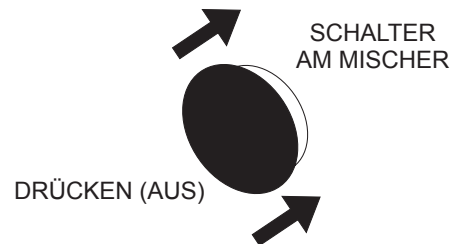

Abbildung 15. Motorschalter (AUS)
- Nach Abkühlen des Motors den Motorschalter in die Position **"AUS"** (Abb. 15) drücken.